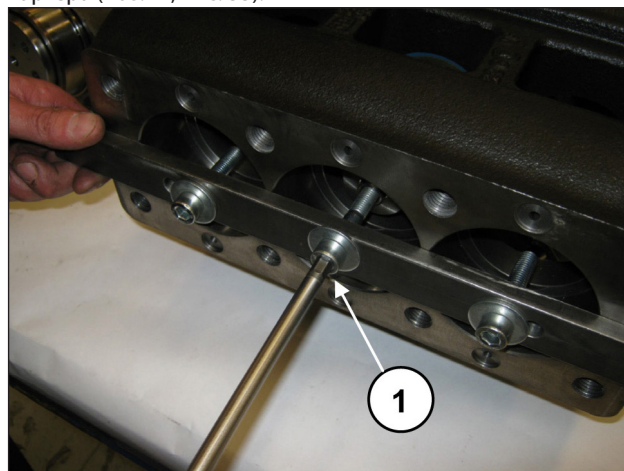
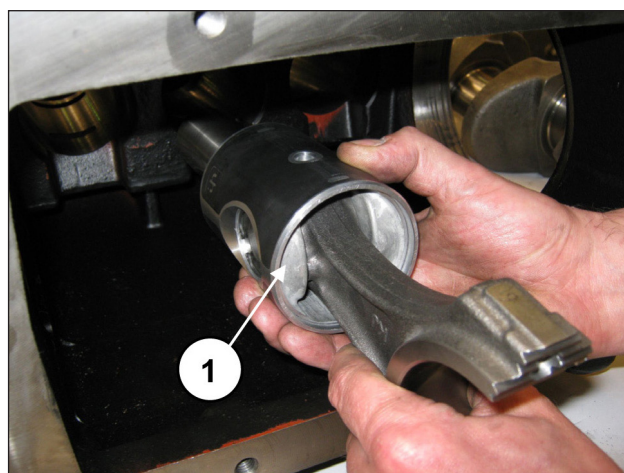

Рис. 32
Рис. 33
Если понадобится заменить один или несколько шатунов или направляющих поршня, выполните следующие действия. Открутите винты инструмента арт. 27566200, чтобы разблокировать шатуны (поз. ①, Рис. 32), а затем извлеките шатуны с направляющими поршня из заднего отверстия картера (поз. ①, Рис. 33).
Убедившись в полной чистоте картера, вставьте половинку шатуна с направляющей поршня в гильзы картера (поз. ①, Рис. 33).
Зафиксируйте все три узла с помощью специального инструмента, арт. 27566200 (поз. ①, Рис. 32).